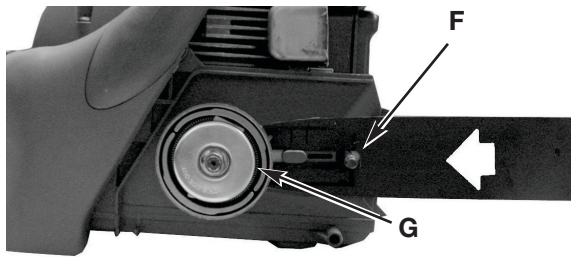

Fig. 19
3. Placez le bout de socle de la barre guide au-dessus du boulon de barre (F). Glissez la barre guide derrière le tambour d'embrayage (G) jusqu'à ce que la barre guide s'arrête (Fig. 19).